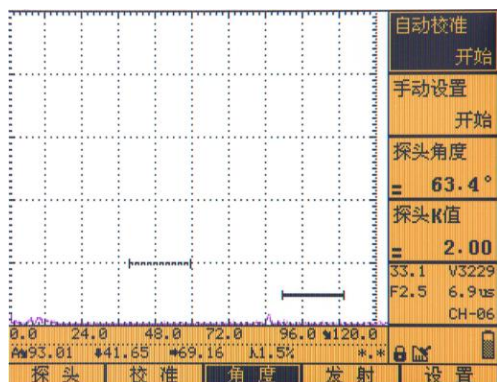
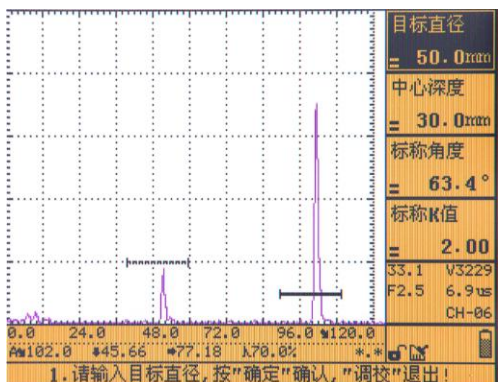

图 3.13
图 3.14
(1)按照例 2 的操作完成仪器声速、零偏校准后, 按【F3】键选择“角度”主菜单, 【向上】或【向下】键选择“自动校准”子菜单, 如图 3.13 所示, 按“确认”键, 开始进入角度自动校准程序。如图 3.14 所示;